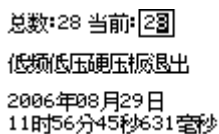

图 4-11 遥信变位示例
④ 遥信变位：包括所有开入变位及遥信信息。示例如图 4-11 所示界面。